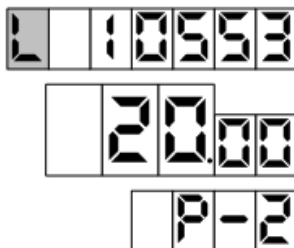

Рисунок 2
– отображение значений суммарного счетчика рукава в строке указателя стоимости с мигающим символом "L" в старшем разряде. В строке цены за литр отображается порядковый номер рукава и символы "P-" (рисунок 2);